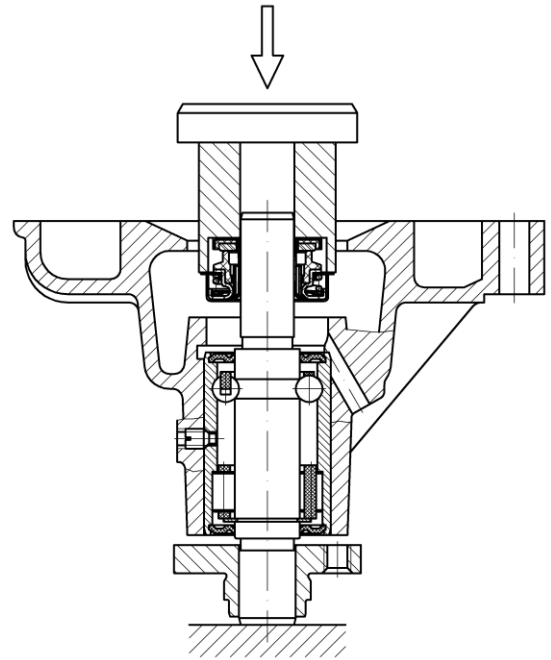
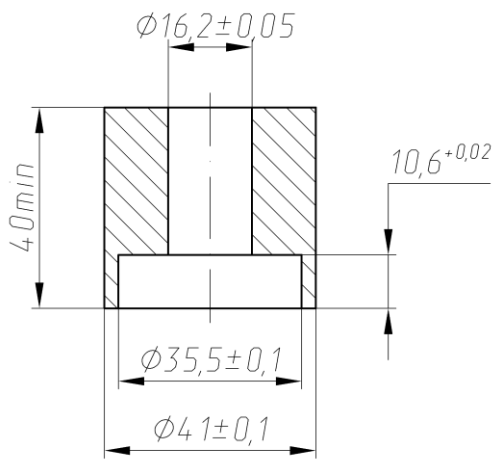

Рис.79. Запрессовка уплотнения водяного насоса
Рис.80. Оправка для запрессовки уплотнения
- с помощью оправки запрессовать уплотнение на вал подшипника и в корпус насоса, не допуская перекоса (рис.79). Для запрессовки уплотнения использовать оправку (рис.80), с помощью которой обеспечивается необходимое сжатие пружины уплотнения;